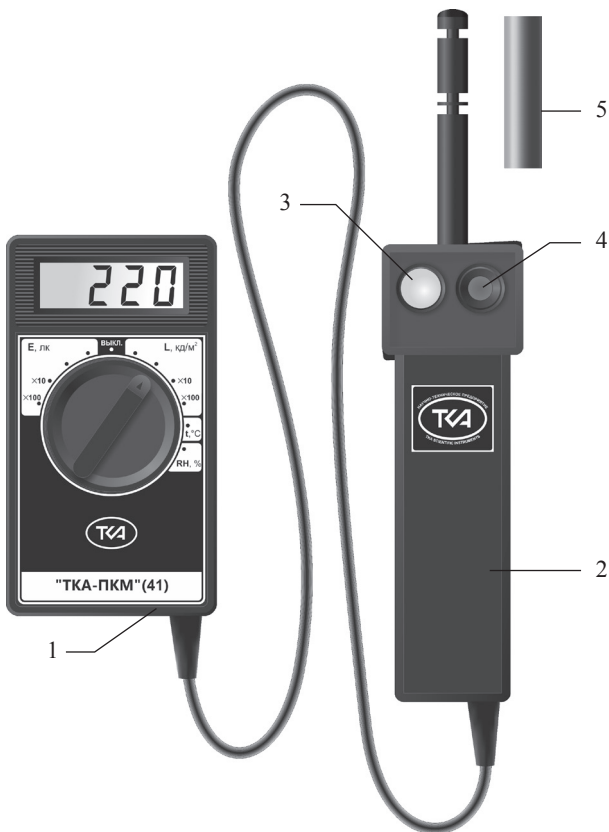

Рис.1 – Внешний вид прибора “ТКА-ПКМ”(41)
5.1 Конструктивно прибор выполнен в виде двух функциональных блоков: блока обработки информации (БОИ) и измерительной головки (ИГ), соединённых между собой кабелем связи (Рис.1).
7.3 Для измерения климатических параметров снимите с зонда защитный колпачок (4, Рис.1). Поместите измерительную головку в зону измерений. Считайте, после установления показаний, с дисплея измеренное значение.